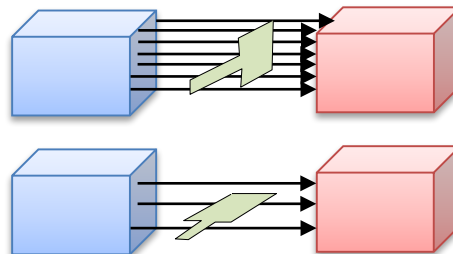

Figura 1.7. Principio del generador eléctrico
- Esta transformación se consigue por la acción de un campo magnético es originalmente fijo y el inducido es el que gira. Ver Figura 1.7.